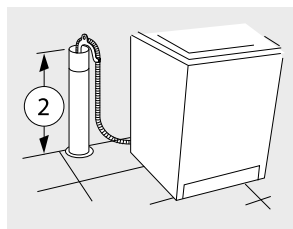

Figura 13
- Se necesita un tubo vertical de 3 centímetros de diámetro, como mínimo, (3/4 pulgadas) y no debe exceder de 120 centímetros de alto tomando como referencia la parte inferior de la lavadora. (Figura 13)
- El tubo debe tener una altura de 86 centímetros, como mínimo, (34 pulgadas) y no debe exceder de 120 centímetros de alto tomando como referencia la parte inferior de la lavadora. (Figura 13)